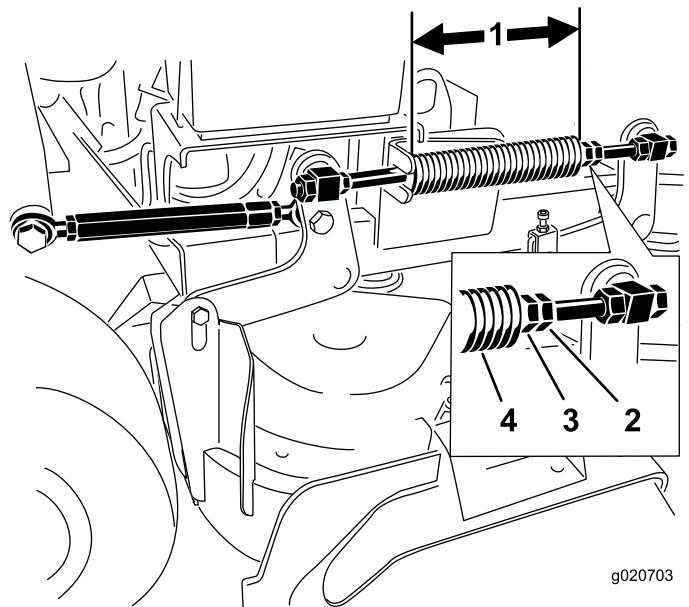

Figura 88
Nota: O comprimento nominal é de 28,2 cm para plataformas de cortadores de 91 cm e de 25,7 cm para plataformas de cortadores de 102 cm (Figura 88).
3. Ajuste esta distância desapertando a porca de bloqueio da mola e rodando a porca em frente de cada mola (Figura 88).
4. Bloqueie a porca na posição apertando a porca de bloqueio da mola (Figura 88).